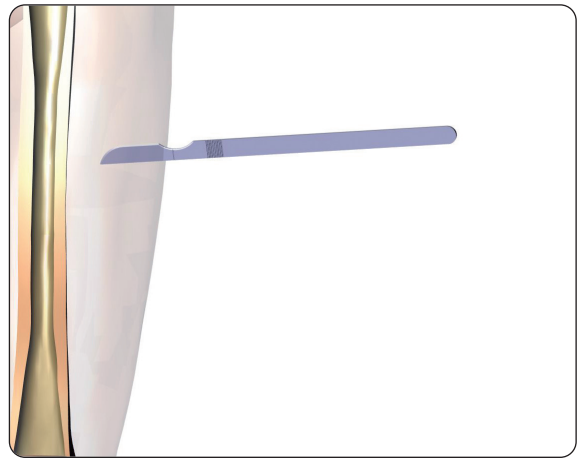

Fig. 1
1) Praticare un'incisione di 15mm sulla cute e sulla fascia profonda. Utilizzare forbici da dissezione a punta smussa per raggiungere l'osso sottostante (**Fig. 1**).